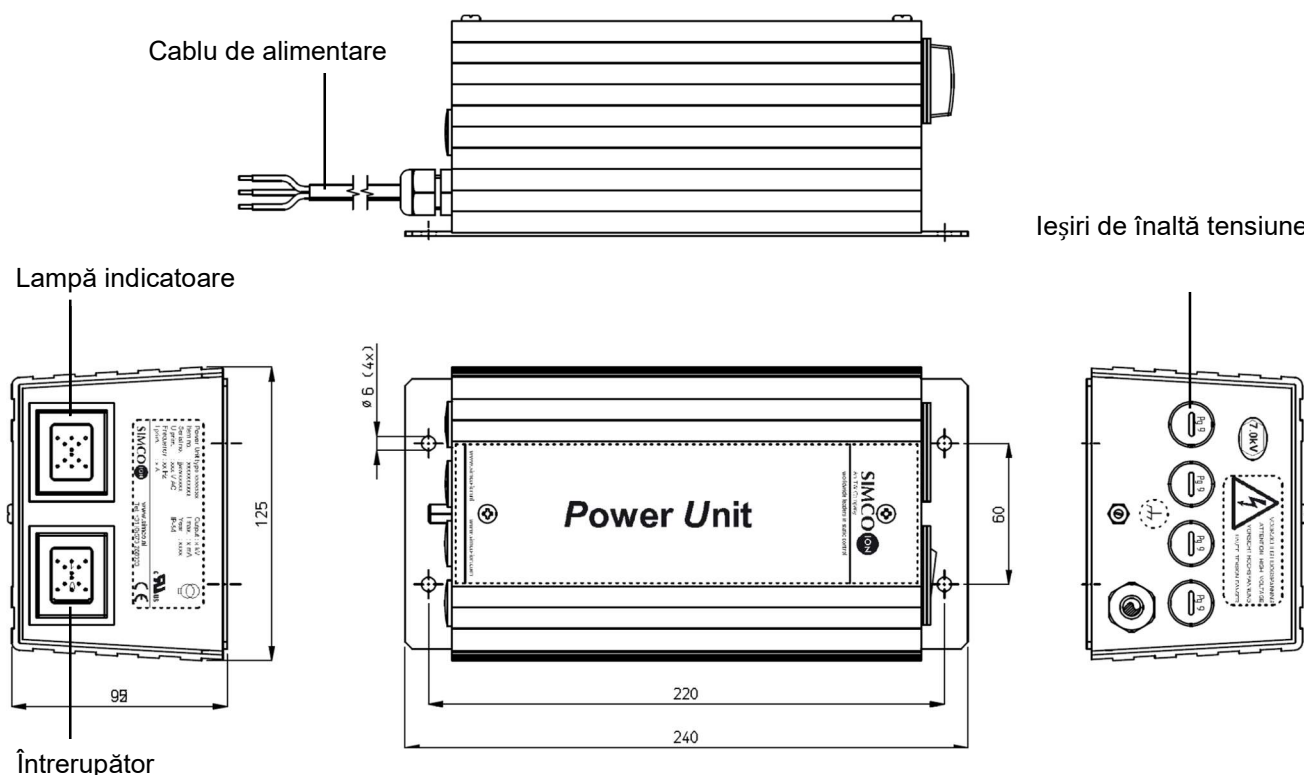

Figura 1: Unitate de alimentare tip A
- Fixați unitatea de alimentare pe un perete stabil sau pe o parte a mașinii cu ajutorul orificiilor de fixare cu diametrul de 6 mm din placa de bază (vezi capitolul 1, figura 1).